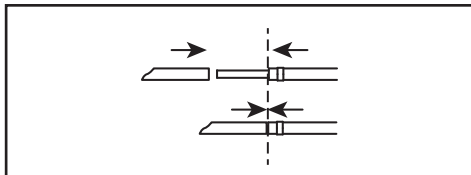

Figure 3
3. Charger le positionneur orientable sur le guide et le faire progresser jusqu'à ce que le stylet interne du positionneur soit fermement fixé à l'extrémité du stent destinée à la vessie (figure 3).
4. Faire passer l'extrémité effilée du stent sur le guide. Charger le positionneur sur le guide et le fixer fermement au stent (figure 3).